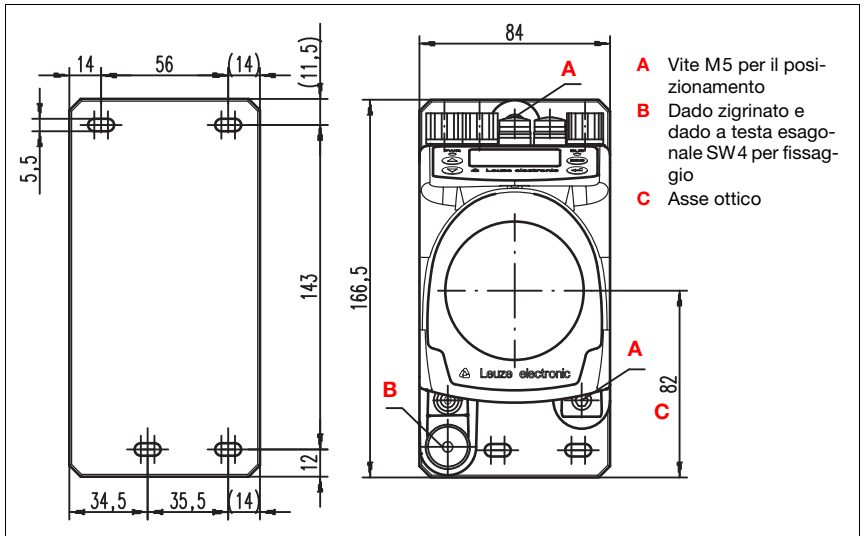

Figura 5.2: Montaggio dell'apparecchio
Il punto luminoso laser viene posizionato in modo che incida sempre sul centro del riflettore opposto, sia che si trovi alla distanza minima o massima di quest'ultimo. Per il **posizionamento utilizzare le due viti Inbus M5** («A» in figura 5.2). Durante il posizionamento, il dado zigrinato ed il controdado («B» in figura 5.2) devono essere completamente aperti.
*Affinché il posizionamento del sistema di misurazione laser non cambi durante il servizio continuo, serrare a mano il dado zigrinato e bloccare il fissaggio con il dado a testa esagonale SW4 («B» in figura 5.2). Il dado zigrinato ed il dado devono essere serrati a fondo solo dopo la regolazione.*